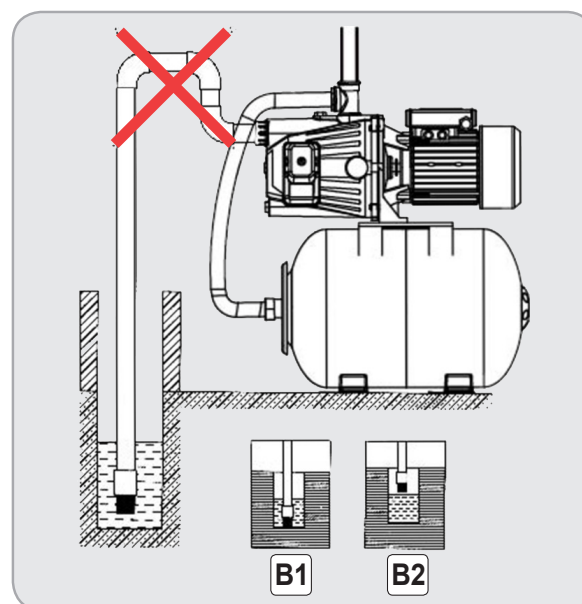

Fig.10
- **Incorectă** - vezi Fig.10.
Sorbul de admisie (10) trebuie amplasat vertical și la 30cm de fundul apei pentru a evita aspirarea de impurități, nisipuri sau pietre (Fig.10 B1).
Dacă hidroforul preia apa din puțuri sau bazine, trebuie să controlați scăderea nivelului apei în timpul funcționării. Dacă sorbul de admisie ajunge deasupra suprafeței apei (Fig.10 B2), hidroforul va funcționa în gol și trebuie oprit.